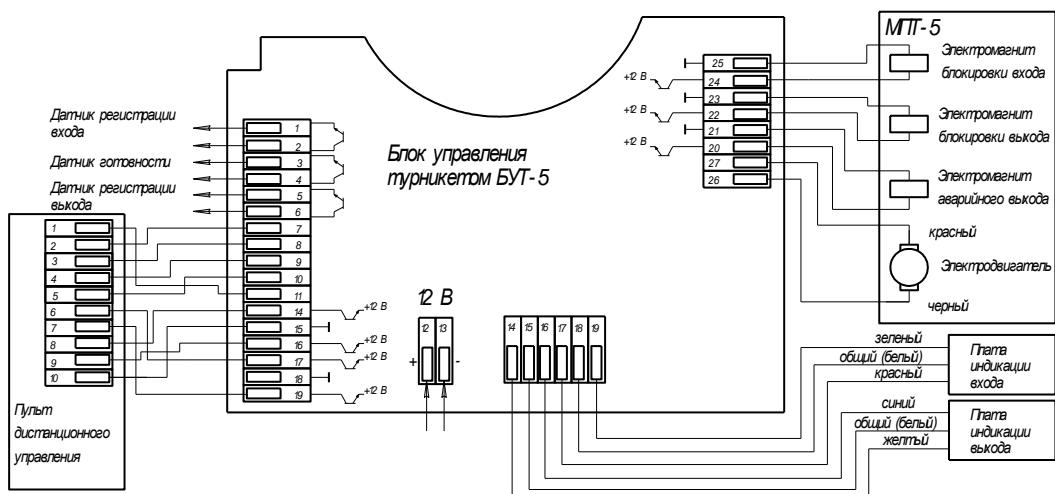

Рис.5
6) Подключить кабели питания и ПДУ к ПУ турникета в соответствии с Рис. 5, заземлить корпус турникета.
7) Подключить кабель СКУД к ПУ турникета в соответствии с Рис. 5.